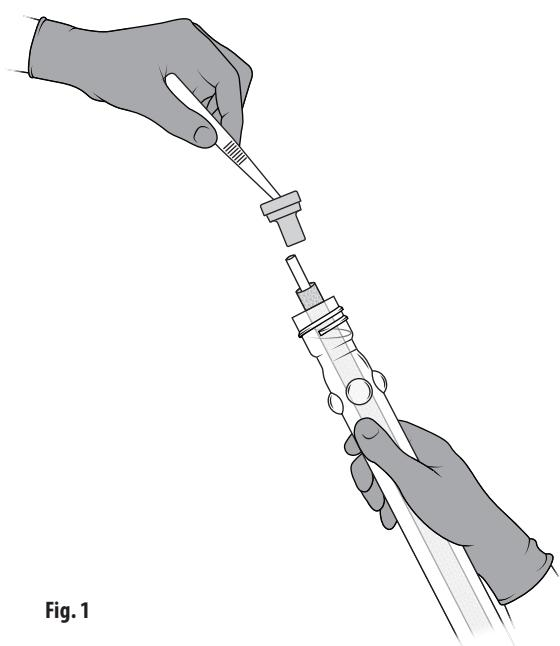

Fig. 1
3. Fjern hetten og kast den. Fjern stopperen med pinsetten og kast den. Tangen må også kastes, da den nå er ansett som usteril. Fig. 1.